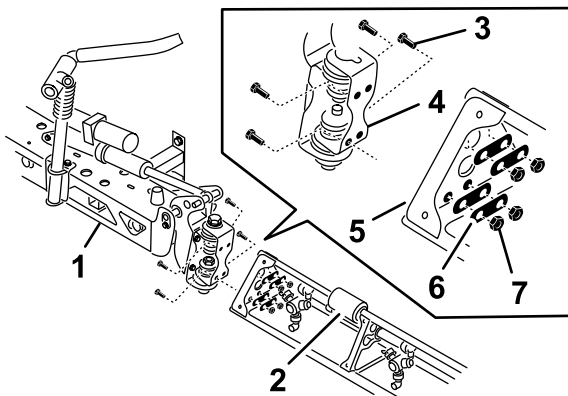

Figura 40
2. Gire cada soporte giratorio en el extremo de la sección del brazo central para que los soportes estén alineados verticalmente (Figura 40).
4. Instale la placa con bisagra en la placa triangular usando los 4 pernos con arandela prensada, las 4 pletinas de refuerzo y las 4 contratuercas con arandela prensada (Figura 40) que retiró en el paso 1.
6. Alinee la rótula del cilindro de elevación del brazo con los orificios del extremo del soporte de giro (Figura 40).
7. Sujete la rótula al soporte de giro con un pasador y una chaveta (Figura 40).